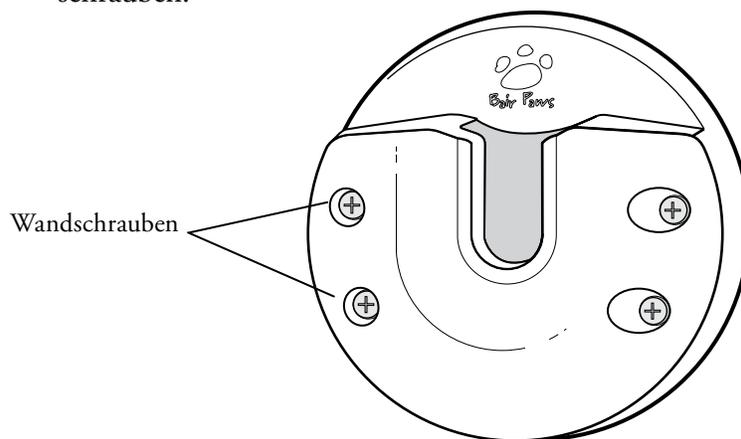

Abb. 1 Frontansicht der Wandhalterung.
1. Die vier Löcher für die Wandbefestigungsschrauben können als Schablone (siehe Abb. 1) verwendet werden, um die Position der Wandverankerungen an der gewünschten Stelle zu markieren. Es wird empfohlen, eine Wasserwaage zu verwenden.